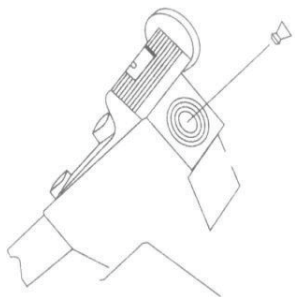

Fig. 6
- Carregue a arma com apenas um chumbinho de cada vez. (Fig.6)